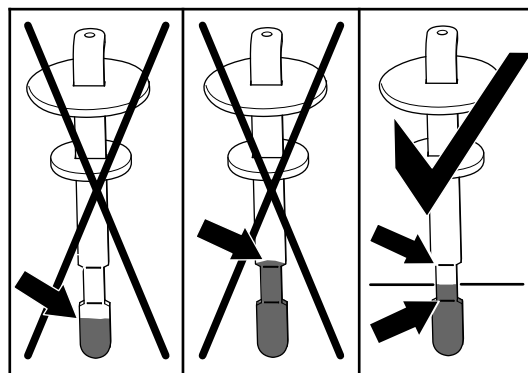

Figura 114
6. Rimuovete l'asta di livello e verificate il livello del fluido (Figura 114).